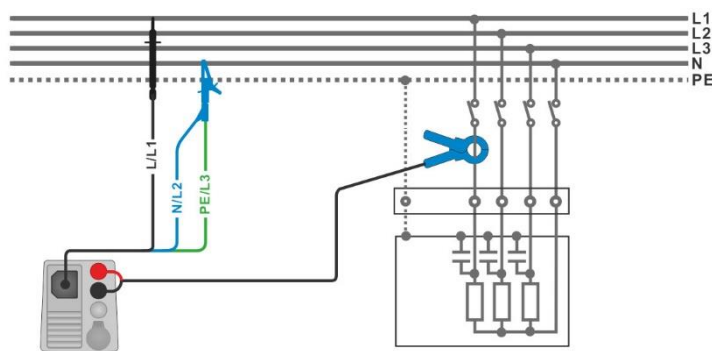

Abbildung 7.85: Oberschwingungsmessung
- › Schließen Sie den 3-adrigen Prüfleiter und die Stromzange am Prüfobjekt an (siehe **Abbildung 7.85**).